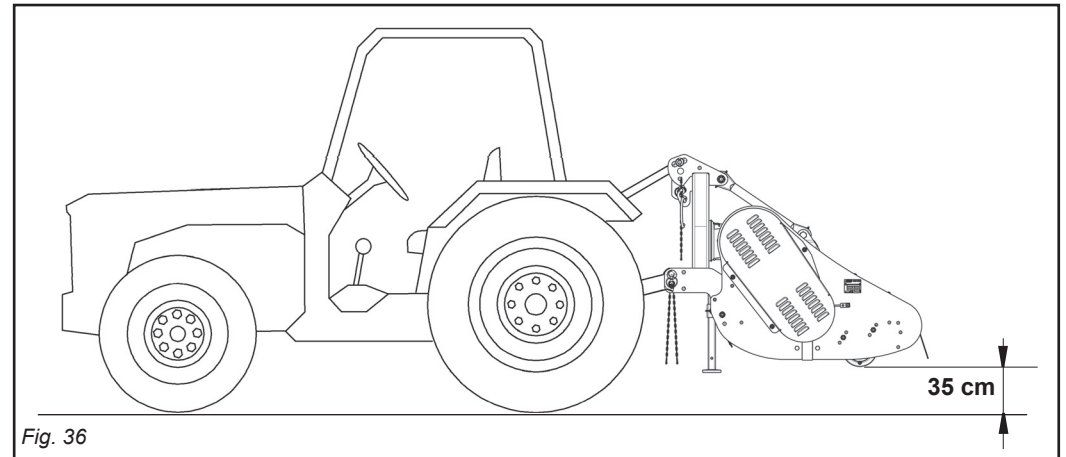

Fig. 36
Durante il trasporto, e ogni qualvolta si renda necessario il sollevamento della macchina, è opportuno che il gruppo di sollevamento del trattore venga regolato in modo che la macchina stessa non sia sollevata da terra per più di 30÷35 cm circa (Fig. 36).
*During transport, and whenever raising the machine becomes a necessity, the hoisting unit of the tractor should be regulated in order that the shredder is never raised from the ground more than 30÷35 cm (Fig. 36).*
Durant le transport et chaque fois qu'il faut soulever le broyeur, veiller à ce que le groupe de soulèvement du tracteur soit réglé afin que le broyeur ne se soulève du sol que de 30÷35 cm environ (Fig. 36).
*Während des Transports, bzw. bei jeder Art von Beförderung der Maschine, bei der diese angehoben wird, ist darauf zu achten, daß das Hubwerk des Traktors so eingestellt ist, daß die Maschine höchstens 30 - 35 cm vom Boden angehoben wird (Abb. 36).*
Durante el transporte y cada vez que sea necesario levantar el triturador, es oportuno que el grupo de levantamiento del tractor esté regulado de manera tal que el triturador no se levante más de 30÷35 cm aproximadamente de la tierra (Fig. 36).